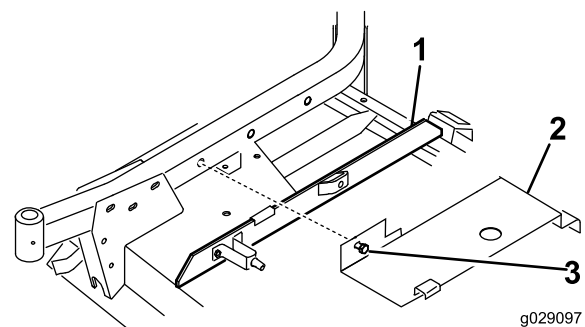

Figure 24
1. Insérez une moulure de garniture sur la barre de liaison droite, de manière que le côté du support de ressort soit à 10 cm du bord le plus éloigné de la moulure (Figure 24).
- Accrochez l'arrière du couvercle de plateau (Figure 24) sur la goupille de profilé arrière tout en alignant le boulon de fixation du couvercle sur le trou dans le bras pivotant droit. Le couvercle doit être appuyé sur la moulure de garniture. Réglez la moulure selon les besoins.